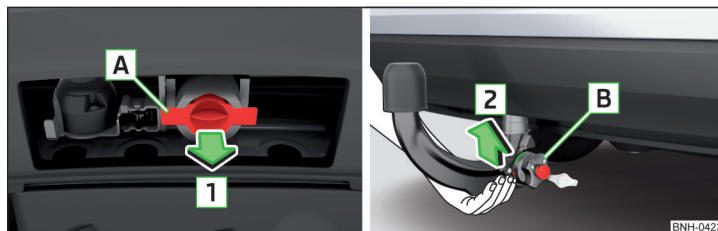

Fig. 133 Scoaterea clapetei pentru locașul de fixare/introducerea tijei cuplei
- > Scoateți clapeta pentru locașul de fixare [A] în sensul săgeții [1] » fig. 133.
- > Prindeți tija cuplei de jos » fig. 133 și introduceți-o în locașul de fixare în sensul săgeții [2] până când se fixează cu zgomot » !.
- > Montați clapeta pentru locul de fixare **A** în sens opus săgeții **1** » fig. 133 la pagina 122.